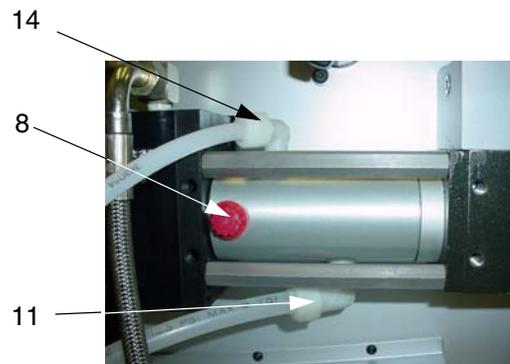

FIG. 4
7. Añada dos adaptadores (14, 11) al cilindro. Vea la FIG. 4.
11. Inserte el tapón rojo (8) y apriételo en el cilindro de lubricante (17). Vea la FIG. 4.